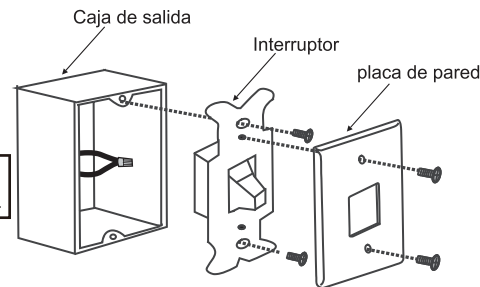

Fig. 19
Paso 1. Retire la placa de pared existente y el interruptor antiguo de la caja de salida de pared. Enrosque los cables NEGROS (calientes) y los empuje hacia atrás dentro de la caja de salida. (Fig.19)